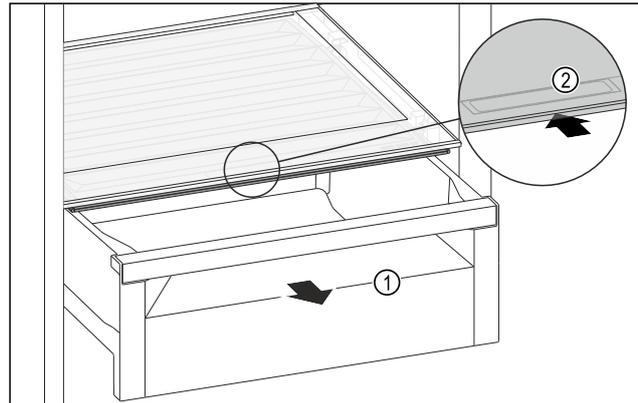

Fig. 108
- ▶ Изтеглете чекмеджето Fig. 108 (1).
- ▶ Хванете вдлъбнатия захват Fig. 108 (2) на капака на отделението и едновременно с това избутайте назад капака на отделението.